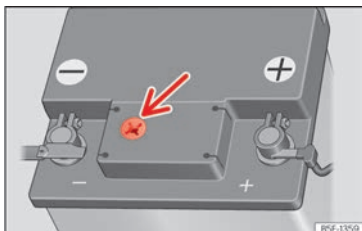

Abb. 187 Sichtfenster an der Oberseite der 12-Volt-Fahrzeugbatterie (Prinzipdarstellung).
- Prüfen Sie die Farbanzeige im runden Sichtfenster an der Oberseite der Batterie »» » (**Abb. 187**).